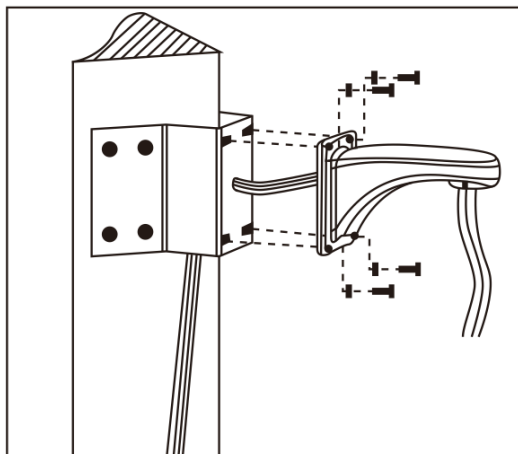

图14
d. 如图14所示，将电源、视频/控制、报警电缆穿过壁挂支架，并将壁挂支架固定到角装附件上。